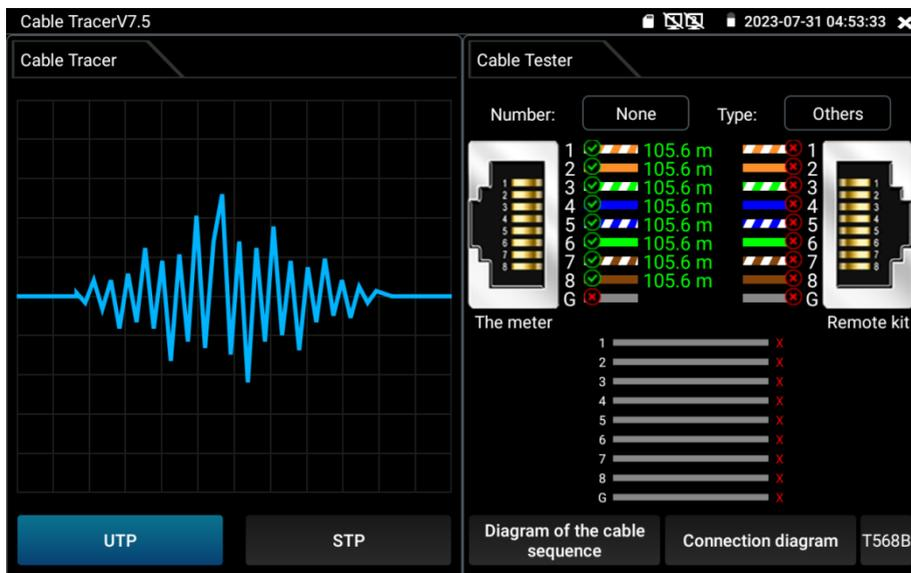

Рис. 124 Работа приложения без ответной части (щупа)
- 4) Приложение способно оценить длину каждого проводника в кабеле витой пары. Для этого подключите кабель в разъем UTP/SCAN на нижней панели тестера. К обратной стороне кабеля не подключайте ничего (рис. 124)